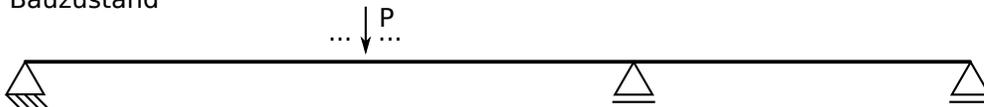

Abbildung 4.4: Lastfälle für Aufgabenteil c)
c) (35 P.) Bestimmen Sie die maßgebende Laststellung für eine Einzellast $P = 1000 \text{ kN}$ (LKW-Verkehrslast) im jeweils **linken Feld** sowohl für den Normalzustand als auch für den Bauzustand (siehe Abbildung 4.4):